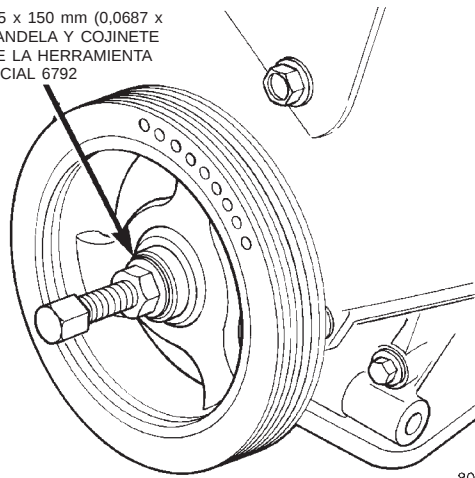

Fig. 53 Amortiguador del cigüeñal—Instalación
(1) Instale el amortiguador del cigüeñal utilizando un perno M12-1,75 x 150 mm (0,0687 x 13,95 pulg.), arandela, cojinete de empuje y tuerca de la herramienta especial 6792. Instale el perno del amortiguador del cigüeñal y apriete con una torsión de 142 N·m (105 lbs. pie) (Fig. 53).
(2) Instale las correas de transmisión de accesorios. Para informarse del procedimiento, consulte el grupo 7, la sección de la Transmisión de accesorios del sistema de refrigeración.
(3) Eleve el vehículo en un elevador e instale el zócalo interno derecho.